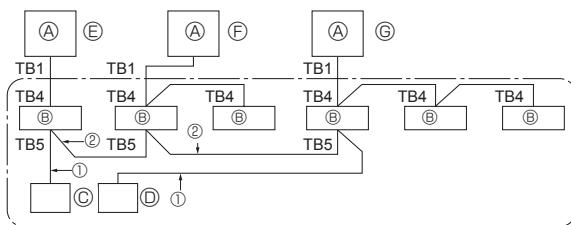

Fig. 9-1
① Tilslut strøm (hovedafbryder).
② Efter at gasstopventilen er lukket, sættes SWP-kontakten på kontrolpanelet på udendørs enheden til ON. Kompressoren (udendørs enhed) og ventilatorerne (indendørs og udendørs enhed) starter og opsamlingen af kølemidlet begynder. LED1 og LED2 på kontrolpanelet på udendørs enheden er tændt.
③ Fordi enheden automatisk stopper i løbet af ca. to til tre minutter efter afslutningen af kølemiddel opsamlingen (LED1 og LED2 er tændt), skal det sikres, at gasstopventilen lukkes hurtigt. Når LED1 og LED 2 er tændt og udendørs enheden er stoppet, skal væskestopventilen åbnes helt, hvorefter trin ② gentages efter tre minutter.
④ Afbryd strømmen (hovedafbryder).
9. Systemkontrol (Fig. 9-1)